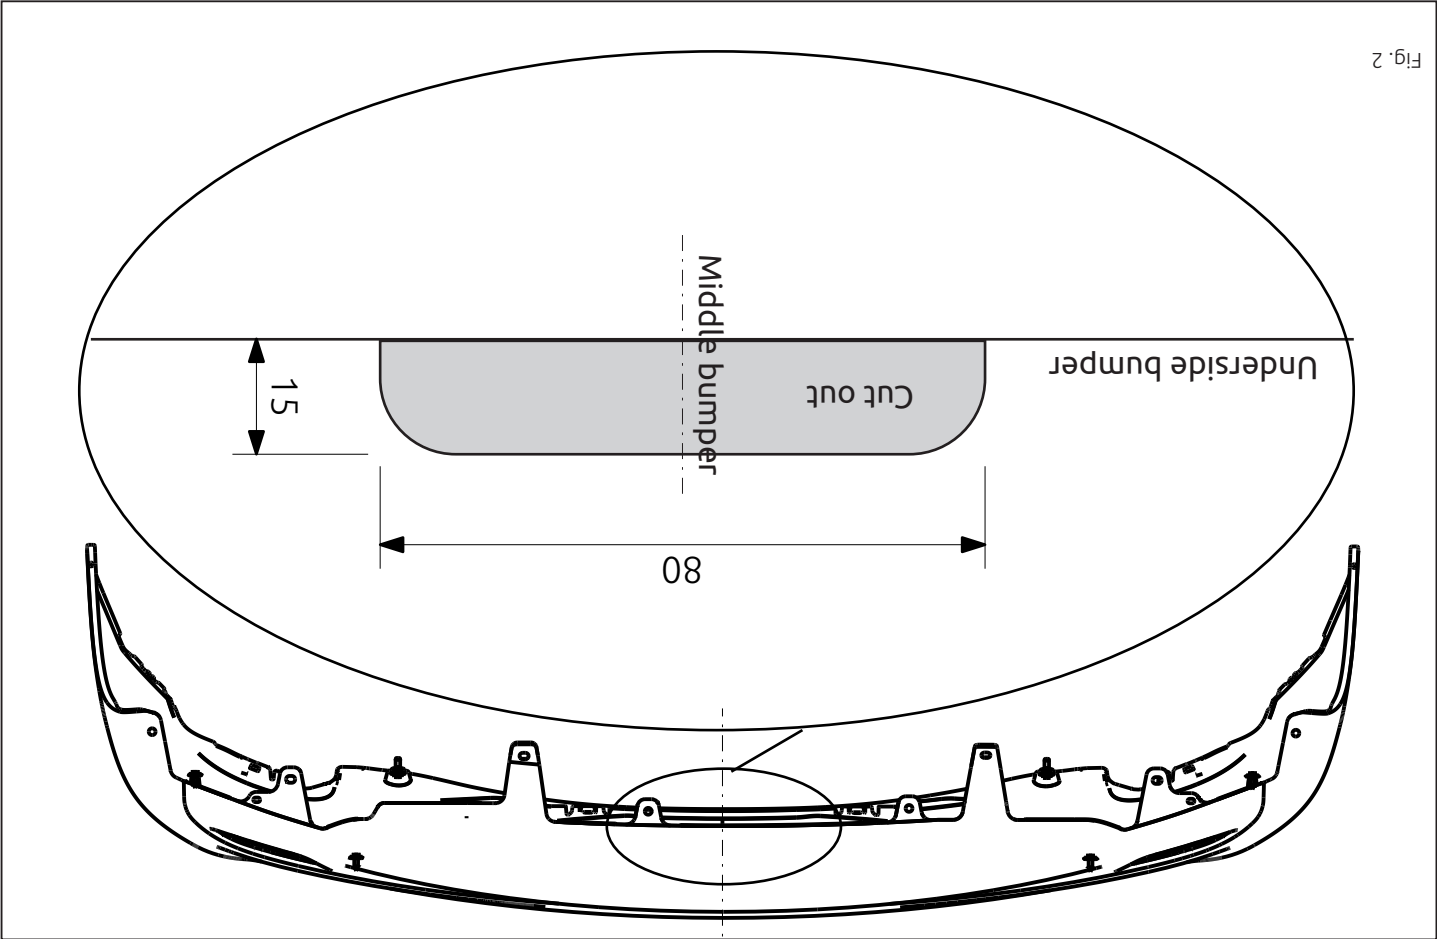

Fig. 2
10. Saw out the portions as indicated in fig. 2 and 3.
10. Gemäß Abb. 2 und 3 die angegebenen Teile heraussägen.
10. Выпилить обозначенные части, как указано на рис. 2 и 3.